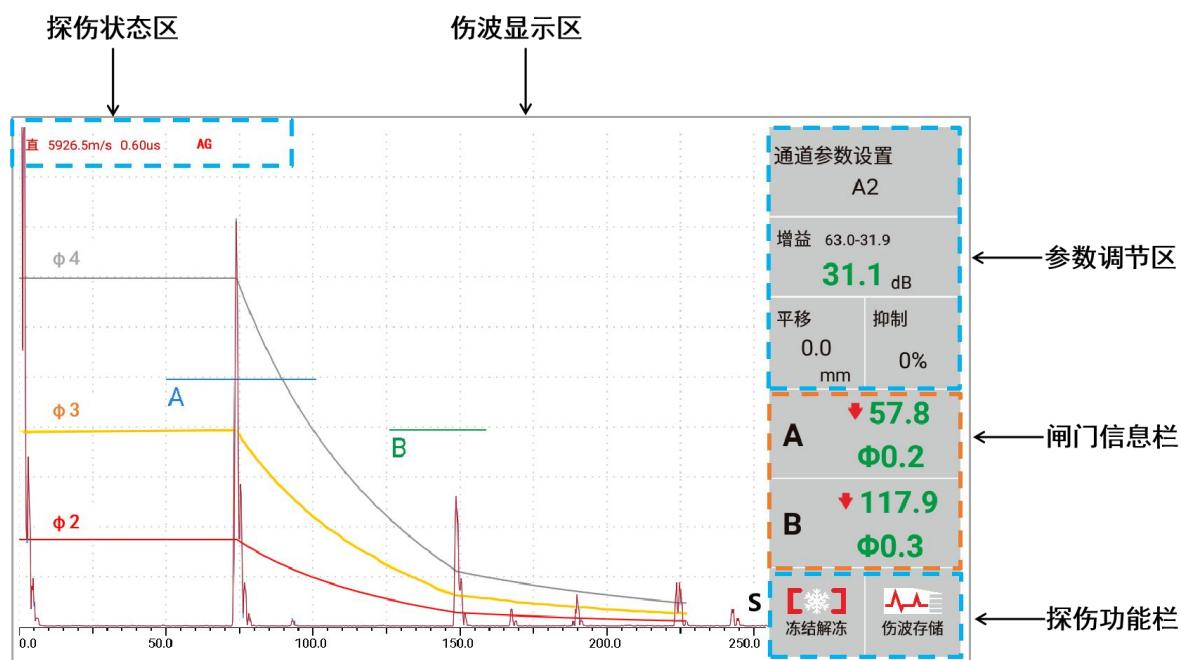
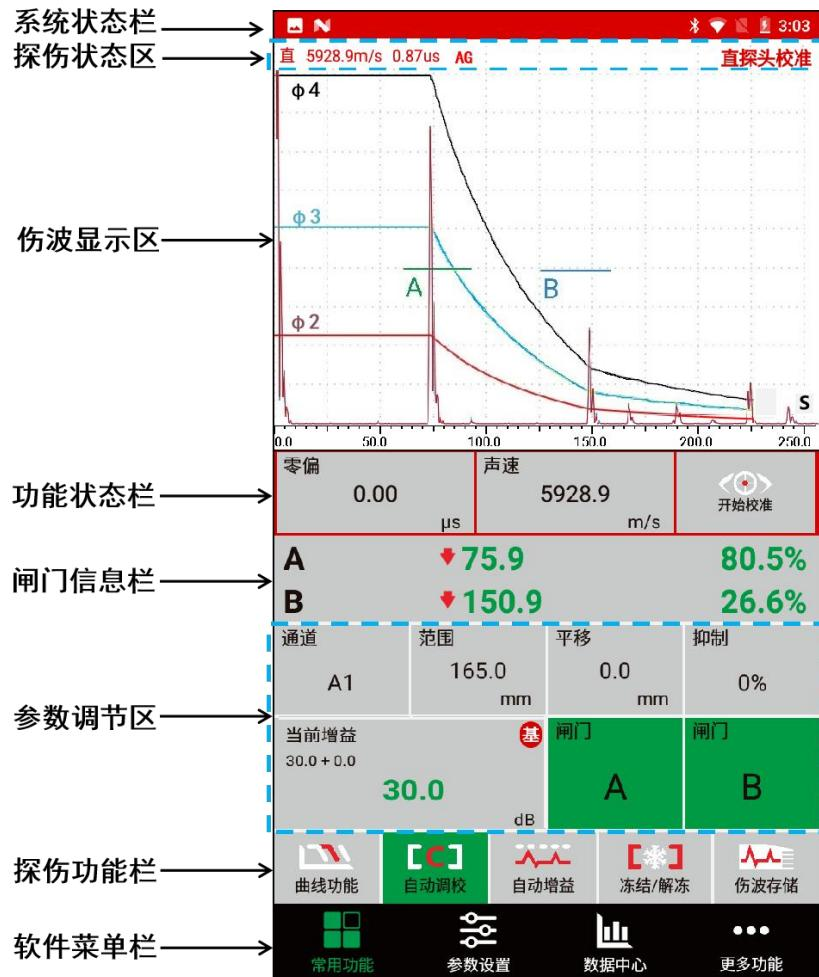

图 2.2 横屏模式显示界面
图 2.3 竖屏模式显示界面
本仪器提供了两种显示模式的探伤界面，即横屏模式和竖屏模式。横屏模式时，伤波显示区较大，波形显示更清晰，但参数调节较麻烦，功能操作较少，如图 2.2 所示；竖屏模式时，参数细节显示更全面，参数调节更便捷，但伤波显示区范围较小，如图 2.3 所示。
- 3) 点击探伤功能栏中的【曲线功能】或【自动调校】，仪器会弹出对应的功能状态栏（图 2.2 所示），根据提示继续操作功能状态栏；点击【自动增益】或【冻结/解冻】，仪器会在探伤状态区弹出对应的状态标识。
在探伤软件【KODIN 6A-UT】中，本仪器的实体按键暂时只适配了竖屏模式中的常用功能界面，用于调节图 2.2 所示的参数调节区内的重要参数。